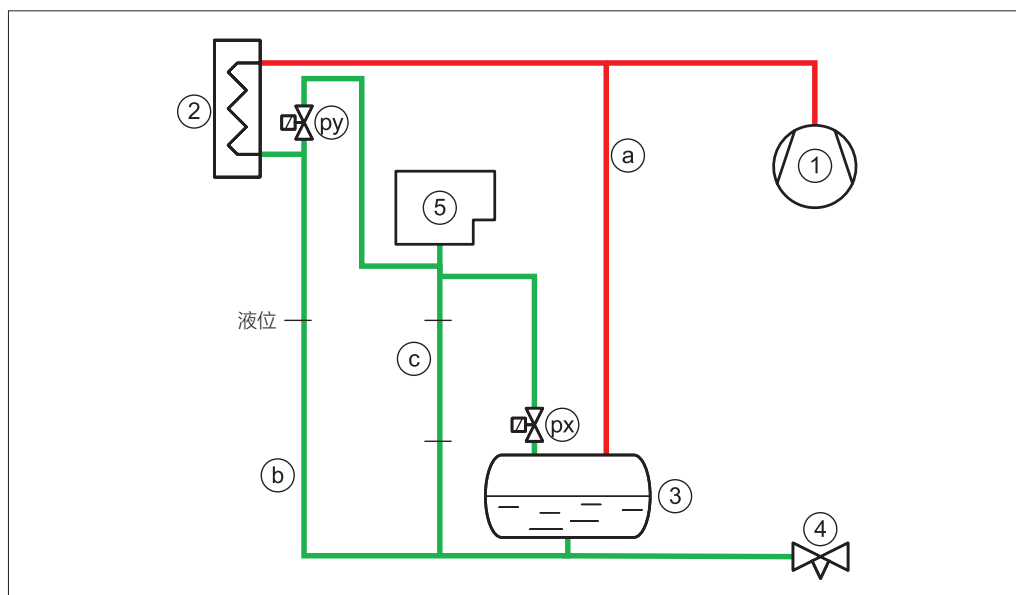
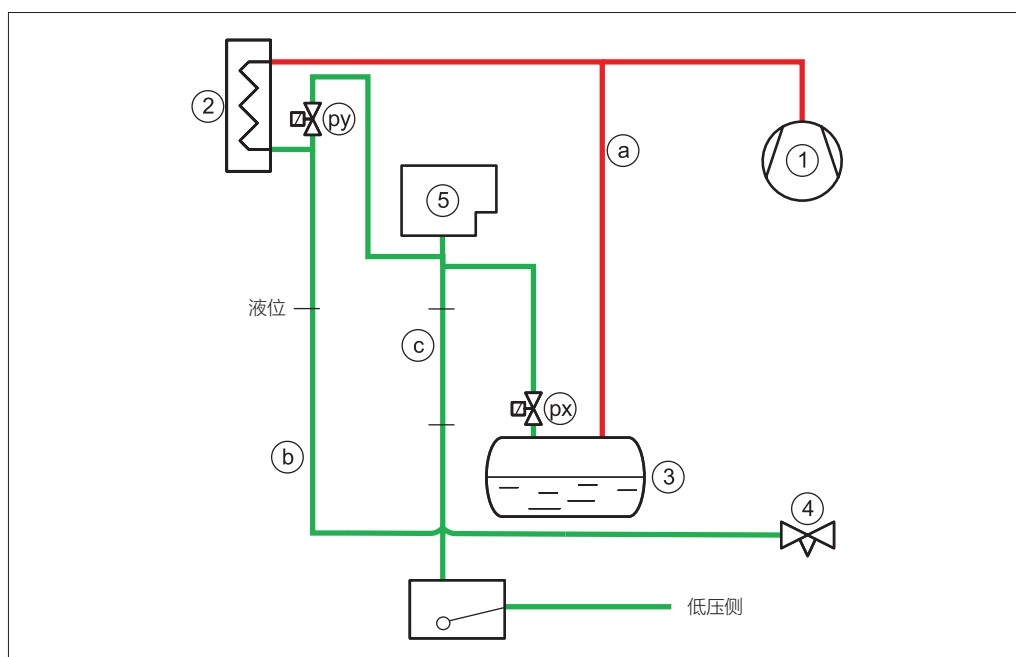

图 6 - 空气分离器的连接 (px) 和 (py)。排液配管 (c) 必须垂直布置或呈下斜坡布置
图 7 - 空气分离器的连接 (px) 和 (py)。排液配管 (c) 必须垂直布置或呈下斜坡布置
(参见图 6 和图 7)
或者，可通过与低压侧连接的高压浮球阀 (6) 有效实现空气分离器的排液 (参见图 7)。